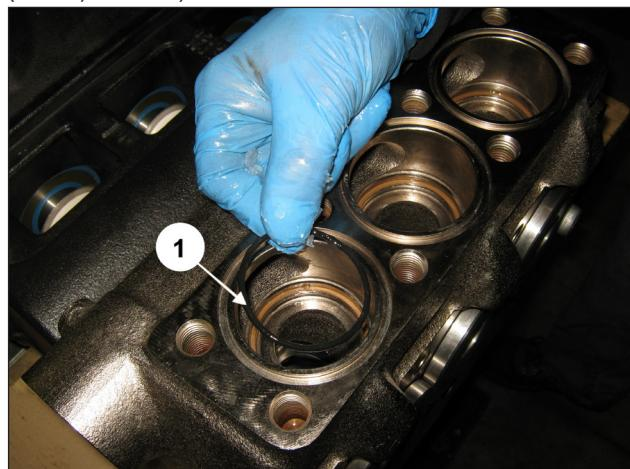

Abb. 143
Setzen Sie den O-Ring ein, Pos. 22 Explosionszeichnung (Pos. ①, Abb. 143).